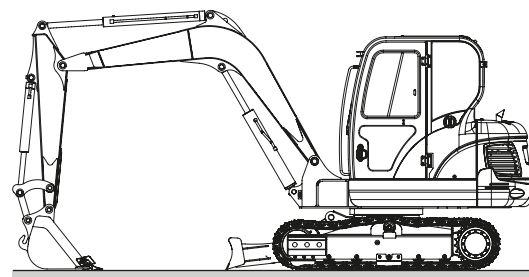

Figura 66
1. Estacione la máquina en firme, suelo nivelado. Baje la pala a el suelo como se muestra en la Figura 66.